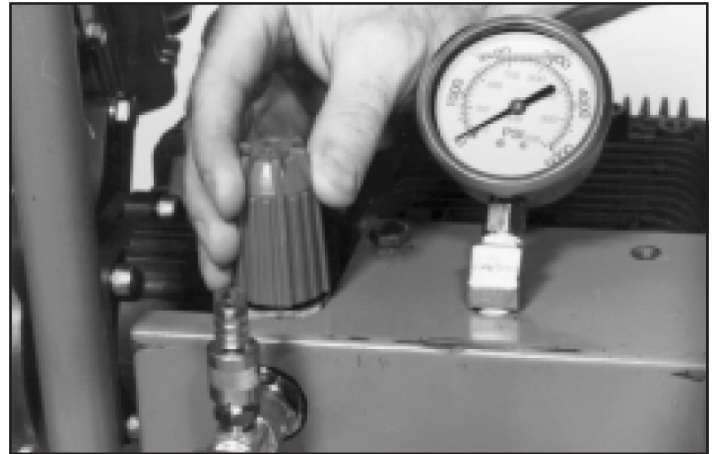

Рис. 5. Регулировка разгрузочного клапана
7. Отрегулируйте разгрузочный клапан так, чтобы манометр показывал максимальное давление 20,7 МПа (для увеличения давления поворачивайте ручку по часовой стрелке). См. Рис. 5.